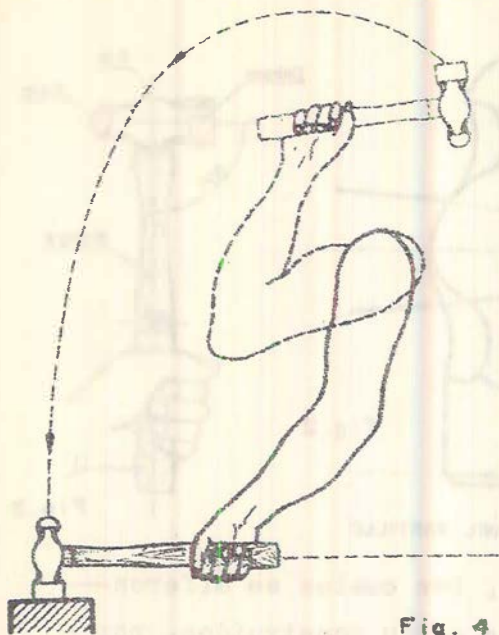

Fig. 4
- Golpes fuertes: Se dan con el movimiento completo del brazo y del hombro, con pocos movimientos de la muñeca. Se emplean para trabajos pesados (Fig. 4).